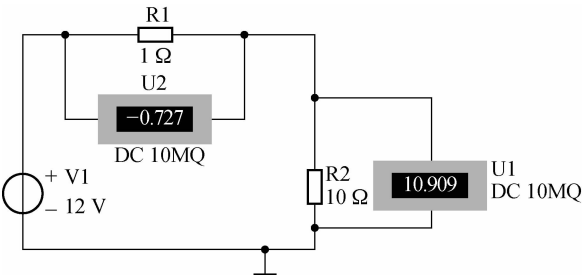

图 2-51 电压源单独作用时的电路测试
- (1) 打开 Multisim 10 仿真实验软件, 建立如图 2-51 所示的实验电路。
- (2) 记录 R_1 两端的电压 U_{11} 、 R_2 两端的电压 U_{21} , 并填写在表 2-6 中。